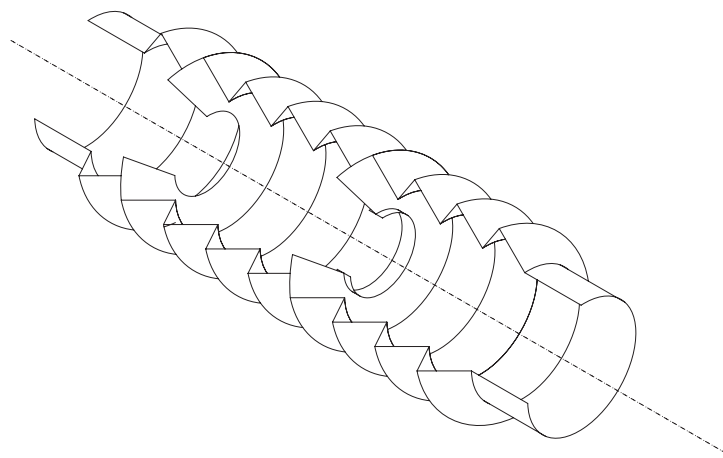

рис. 16
**Конструкторское решение** круглых шитых мехов (рис. 16) весьма разнообразно. Внутренние и внешние диаметры можно задать точно в соответствии с требованиями применения. Минимальная глубина складки составляет 15 мм. Также можно произвольно выбрать способ крепления меха к станку. В качестве крепления стандартно используется крепежная муфта. В качестве альтернативы можно использовать металлический фланец, являющийся жесткой частью шитого круглого меха.